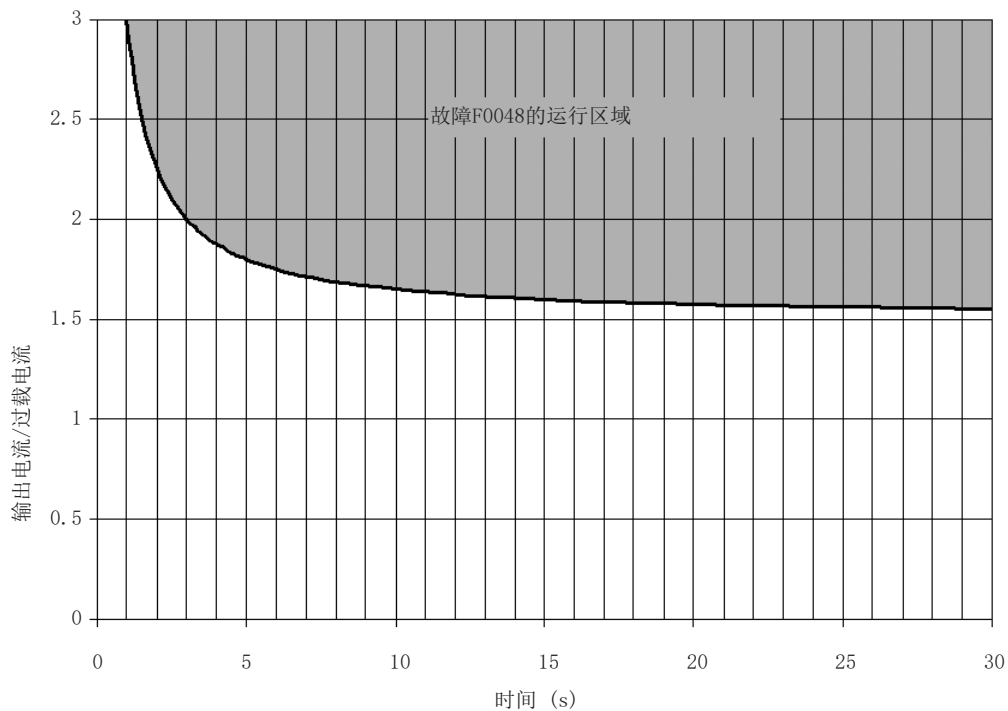

图 18.2: IGBT过载的致动 (重载-ND)
CFW500 IGBT过载保护采用了相同的电机保护形式。然而, 设计已更改, 使得重载 (HD) 过载 200% (P0298 = 1) 时, 故障 F0048 在 3 秒内发生, 相对于变频器额定电流 (P0295), 如下所示: 图 18.2 (第18-4页)。另一方面, IGBT过载故障 (F0048) 不会在过载小于150%变频器额定电流 (P0295) 的状况下发生。